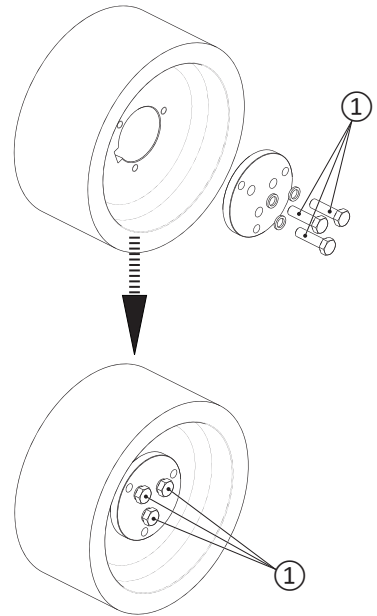

Figura 5
- Posizionare la piastra di fissaggio, grower e bulloni come rappresentato in “Figura 5”.
- Serrare i bulloni ① in modo circolare con una coppia di serraggio pari a 130 Nm.
① VITI M14x50